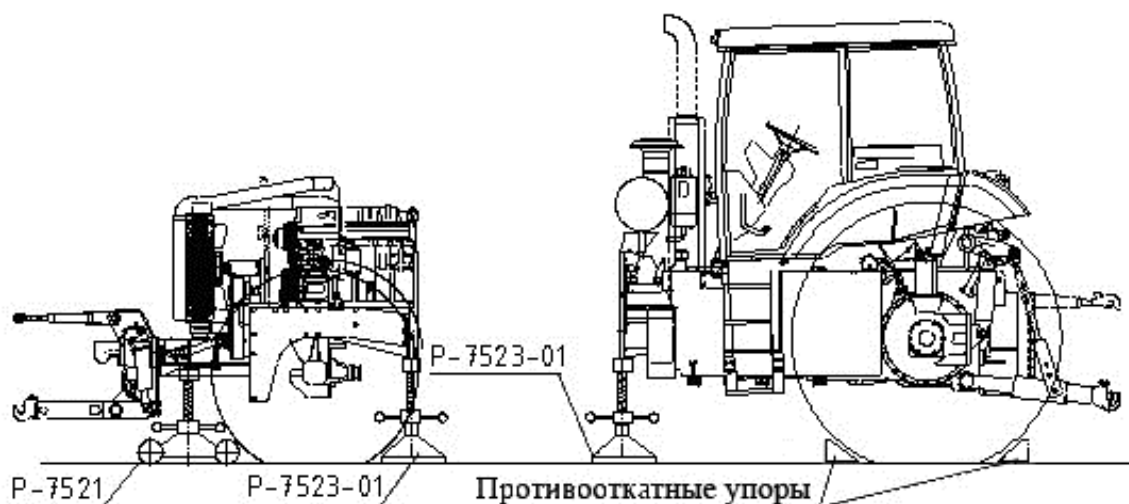

Рис.4.2 Отсоединение двигателя от трансмиссии.
18) установите опору винтовую Р-7521 из комплекта ремонтного Н-3380 под передний брус трактора и вращая гайку подвести опору до полного контакта с поверхностью бруса, (рисунок 4.2);
19) установите стационарную опору Р-7523-01 под корпус муфты сцепления до полного контакта с поверхностью корпуса, (рисунок 4.2);
22) для обеспечения устойчивого положения передней части трактора установите дополнительно стационарную опору Р-7523-01 под несущую раму, (рисунок 4.2).